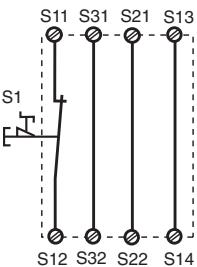
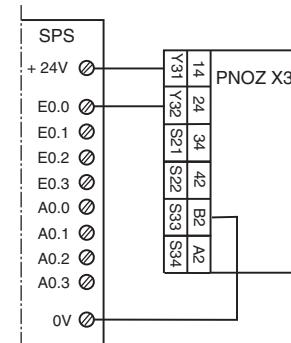

Fig. 2: Circuito de entrada monocanal, rearme automático/Circuito di entrata monocanale, start automatico/Eenkanalig ingangscircuit, automatische start
Fig. 10: Ejemplo de conexión para salida de semiconductor/Esempio di collegamento per uscita semiconduttore/Aansluitvoorbeeld van halfgeleideruitgang
En las fig. 2 a 10 se presentan ejemplos de conexión para conexión de parada de emergencia con rearne automático y supervisado, excitación de puerta protectora así como amplificación de contactos mediante contactores externos.
- Fig. 2 y 7: En caso de caída de tensión y rearne, el dispositivo se inicia automáticamente. Evite un arranque intempestivo mediante un cableado externo adecuado.
- Fig. 2 y 7: **S33-S34 no conectado**
In fig. 2 ... fig. 10 sono riportati degli esempi di collegamento per il cablaggio di arresto d'emergenza con start automatico e manuale, per il comando delle porte di sicurezza, nonché per la moltiplicazione dei contatti mediante relè esterni.
- Fig. 2 e 7: Il dispositivo si avvia automaticamente dopo la caduta ed il ritorno dell'alimentazione. Occorre prevenire un riavvio inatteso usando circuiti esterni di misura.
- Fig. 2 e 7: **nessun** collegamento S33-S34
In fig. 2 ... 10 worden aansluitvoorbeelden gegeven van noodstopschakeling met automatische en bewaakte start, hekbewaking en contactvermeerdering d.m.v. externe magneetschakelaars.
- Fig. 2 en 7: Het apparaat start automatisch bij uitvalen en terugkeren van de spanning. Vermijd een onverwacht heraanlopen door maatregelen in de externe schakeling.
- Fig. 2 en 7: **geen** verbinding S33-S34